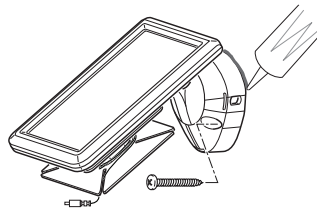

Figura 6
1. Coloque el panel solar contra la superficie de montaje y marque los orificios de montaje (vea la Figura 6).